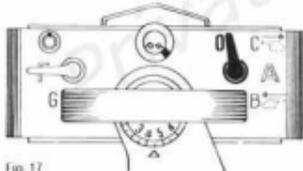
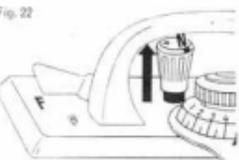

Fig. 17
Fig. 22
**0** = Um das Schloss leer, ohne Nadelbewegung zu verschieben. Beide Seitenkuliszen sind ausgeschaltet, Fig. 17. Gleichzeitig auch N-P-Knopf (s. Fig. 22) hochziehen.
Mittelkulisze ausgeschaltet. Für gewisse Jacquardmuster und um das Schloss jederzeit leer, ohne Nadelbewegung zu verschieben. In letzterem Fall gleichzeitig A-B-C-Hebel (s. Fig. 17) auf 0 stellen.